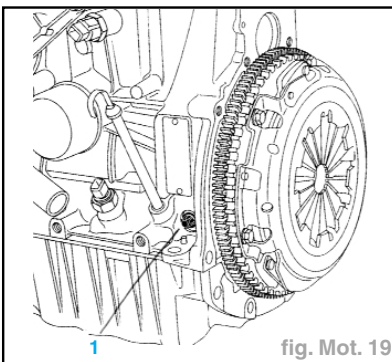

fig. Mot. 19
- Enlever le bouchon de pige PMH (1) (fig. Mot. 19).